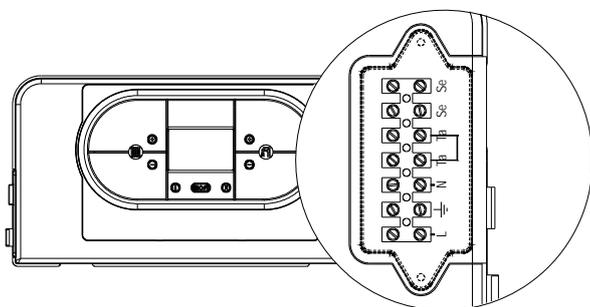

Fig. 4
- e. svitare le viti e rimuovere il piastrino ⑤ e procedere con l'intervento (fig. 4);